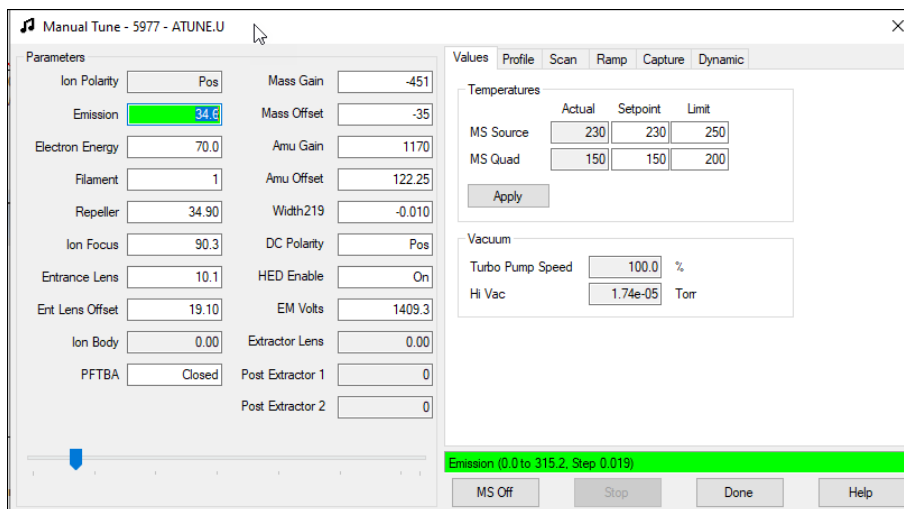

Figura 30 Leitura HiVac da guia Valores de tune manual
- 4 Selecione a guia **Values** para visualizar a leitura HiVac. (Consulte Figura 30.)